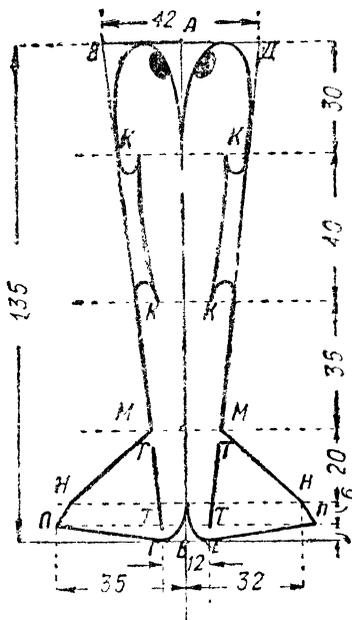
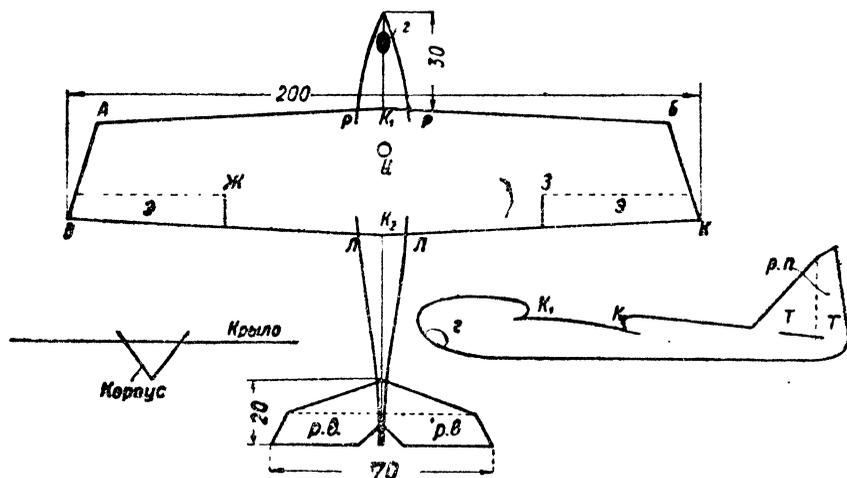

Рис. 132.
Рис. 133.
2. Чтобы начертить корпус (рис. 132), надо провести прямую АБ длиной 135 мм, а наклонно к ней с обеих сторон прямые ВГ и ДЕ. При этом отрезки АБ и АД сделаем по 21 мм, а отрезки БГ и БЕ—по 6 мм. Затем проведем пунктиром прямые линии ММ, НН, ПП, параллельные ВД; расстояние между ними указано на чертеже.
3. Хвост (вернее, „горизонтальное оперение“) расчерчивается по рис. 133. Способ вычерчивания ясно виден на рисунке. Вырезание производится по обводу,—тоже очень аккуратно. Складывать вырезку здесь нельзя; наоборот, надо следить, чтобы бумага оставалась совершенно гладкой, не помятой. Пунктирная линия в хвостовой поверхности остается пока только прочерченной; это раздел между неподвижной частью „оперенья“ и „рулями высоты“—р. в.
Соединяя крыло с корпусом, надо дать корпусу сверху растворение в его половинках, как показано на рис. 133. Там, где будет передняя кромка крыла, ширина корпуса по верху должна составить 15 мм, а у задней кромки (точка К₂) половинки корпуса надо развести сверху несколько меньше — на 12 мм. И именно при таком растворении корпуса его надо прочно склеить с крылом. Берут хороший, быстро сохнущий клей, столярный или синдетикон; несколько капель клея в четырех точках Л, Л, и Р, Р вполне достаточно. Хвостовая поверхность, вставленная в свою прорезь, также склеивается внизу „с килем“.
Для этого возьмем нитку, на конце которой сделаем узелок. Проткнем крыло модели в точке Ц снизу (это удобнее продевать заранее, до склейки крыла с корпусом). Взяв нить за верхний конец, наблюдают, каково будет положение висящего крылана. Обычно хвост будет перетягивать, а потом модель задерется вверх. Значит, надо загрузить нос, заставив хвост подняться. Это делается с помощью воска, сургуча, капелек клея или гвоздиков, кнопок, копеечных монеток и т. п. Такая постепенно прибавляемая нагрузка, закрепляется неподвижно в самом носу корпуса там, где на рис. 133 показаны темные кружки. Работа закончится тогда, когда свободно подвешенный крылан будет в спокойном состоянии держаться горизонтально; это легко видеть по верхнему обводу корпуса (рис. 132) линии ВГ и ДЕ.
Основные рули — „рули высоты“ (рис. 133—р. в.); подгибанием их вниз мы получим полет со снижением, а при отгибании вверх можно на некотором участке получить подъем.
Вторые рули — „открылки поперечной устойчивости“ (рис. 133—э, э). Надрезав крыло в отметках Ж и З, мы будем отгибать открылки по пунктирам в разных направлениях. Благодаря этому крылан получит боковые крены и на ту сторону, где открылок будет отогнут вверх; одновременно другое крыло, с открылком, отведенным вниз, будет в крене подниматься.
Третий род рулей — „руль поворота“ (рис. 133—р. п.). Отгибая его, достигают того, что модель поворачивается в полете носом в ту сторону, куда отведен руль.